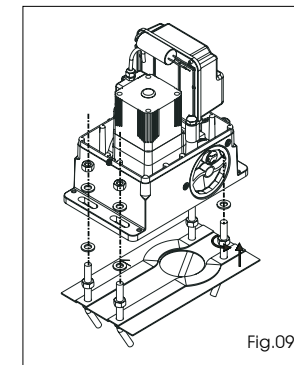

Fig.09
- 2- Placer l'opérateur sur la plaque de fondation en utilisant les rondelles et les écrous fournis d'après la Fig. 09. Durant cette opération faire passer les câbles à travers les ouvertures spécifiques réalisées dans le corps du moteur (Voir Fig. 01 réf. 9). Si nécessaire, il est possible, en utilisant un marteau, d'unir les deux trous en obtenant un passage plus large.